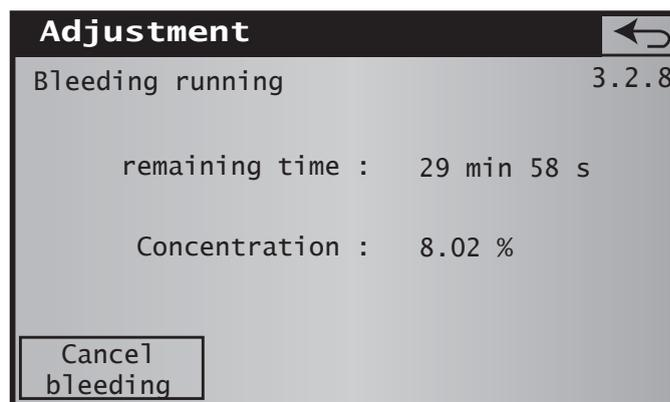

Abb. 41 *Bildschirmseite 3.2.8*
- Abbruch der Kalibrierung zu jedem Zeitpunkt: Drücken Sie die Cancel-Taste und Sie kommen zur Bildschirmseite 3.2.8 (Abb. 41).
Das Berühren der Cancel-Taste führt zur Bildschirmseite 3.2.8 (Abb. 41).
- Abbruch der Kalibrierung zu jedem Zeitpunkt: Drücken Sie die Cancel-Taste, kommen Sie zur Bildschirmseite 3.2.8 (Abb. 41).